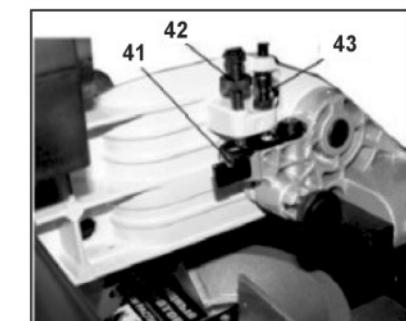

Рис. 8
Винт (43), (Рис. 8), ограничивает максимальное опускание пильного диска (15), (Рис. 1). Для регулировки максимальной глубины опускания пильного диска (15) ослабьте контргайку винта (43), (Рис. 8).
Отрегулируйте и зафиксируйте контргайкой положение винта (43), (Рис. 8). Ограничение глубины пропила регулируется вращением винта (42), (Рис. 8). Для того, чтобы винт (42) ограничивал опускание пильного диска (15) на требуемую глубину пиления, необходимо переместить упор (41).